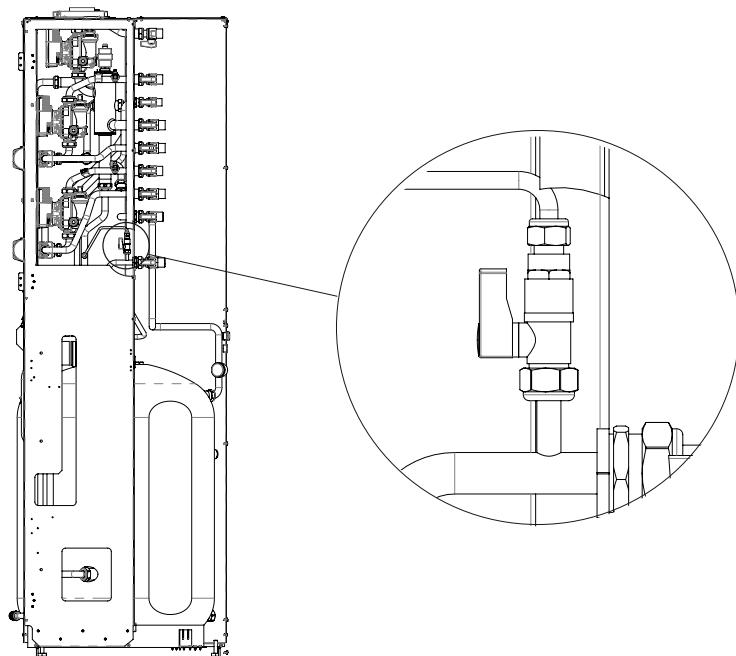

Fig. 2 Robinet de umplere
În cazul în care eroarea E04 de blocare cauzată de presiune insuficientă în instalație luminează intermitent (semnalând o acțiune a presostatului de apă de siguranță) umpleți instalația acționând asupra robinetului de umplere în Fig. 2 Robinet de umplere. Eroarea E04 este afișată atunci când presiunea în instalație scade sub valoarea de 0,4 bari și eroarea se resetează automat atunci când presiunea instalației atinge pragul de 1,0 bar. Presiunea în centrală la rece trebuie să atingă 1÷1,3 bar.
- rotiți robinetul de umplere Fig. 2 Robinet de umplere în sens antiorar pentru a permite intrarea apei în centrală;